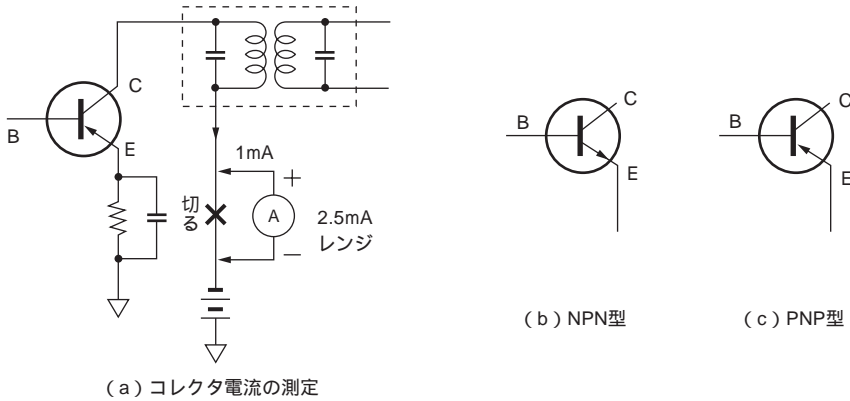

図6.2 コレクタ電流の測定
0.25/2.5/25/250mA レンジをもつテストで、図6.2(a)に示すようなコレクタ電流の測定を考えてみます。